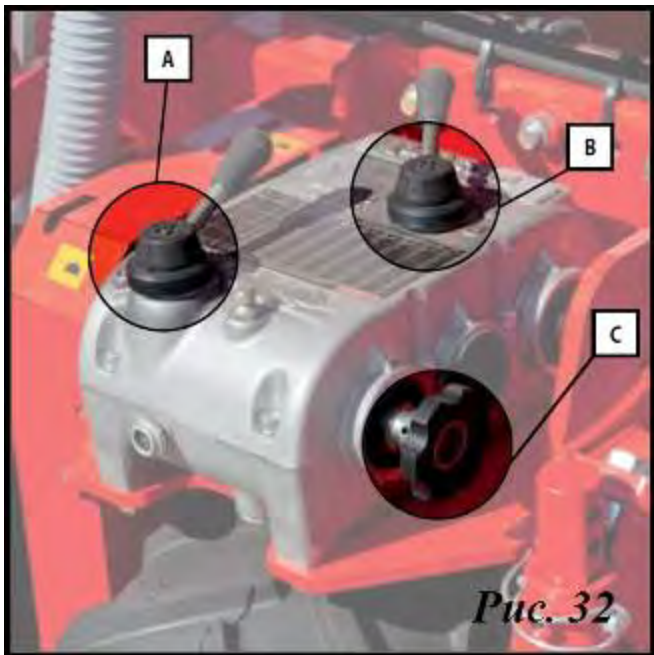

Рис. 32
- 2 – Рукоятку «А» (Рис. 32) повернуть в нужное положение, повернуть маховичок (С) вперед до включения нужной передачи. Также для этого можно ногой крутить вперед ведущее колесо. Повторить эти действия для рукоятки «В».